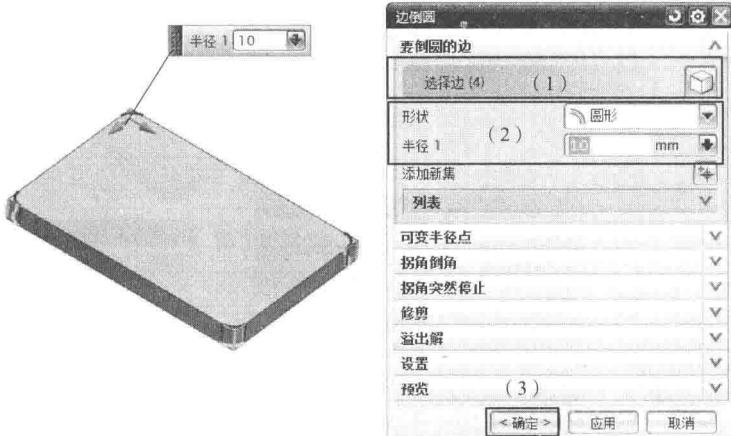

图 1-8 【边倒圆】对话框
- (1) 依次单击【插入】—【细节特征】—【边倒圆】命令  , 弹出如图 1-8 所示的【边倒圆】对话框。依次选择拉伸长方体的 4 个棱边, 系统会自动生成棱边的边倒圆预览图, 如图 1-8 所示;